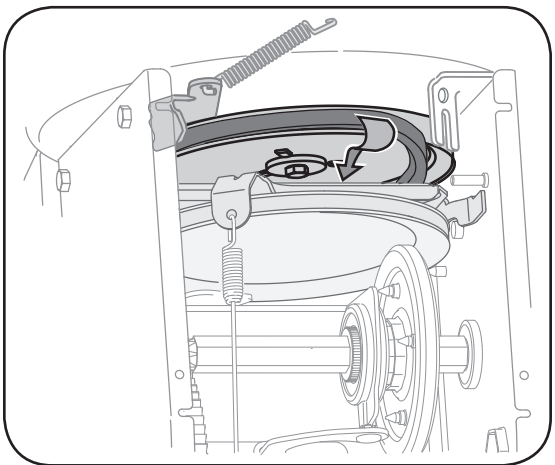

Figure 6-8
5. Dégagez la courroie de la poulie de la tarière et faites glisser la courroie en le support et la poulie de la tarière. Remontez la courroie de la tarière en procédant dans l'ordre inverse. Voir la Figure 6-8.
3. Embrayez la commande et assurez-vous que la roue de frottement est en contact avec la poulie motrice. Voir la Figure 6-8.